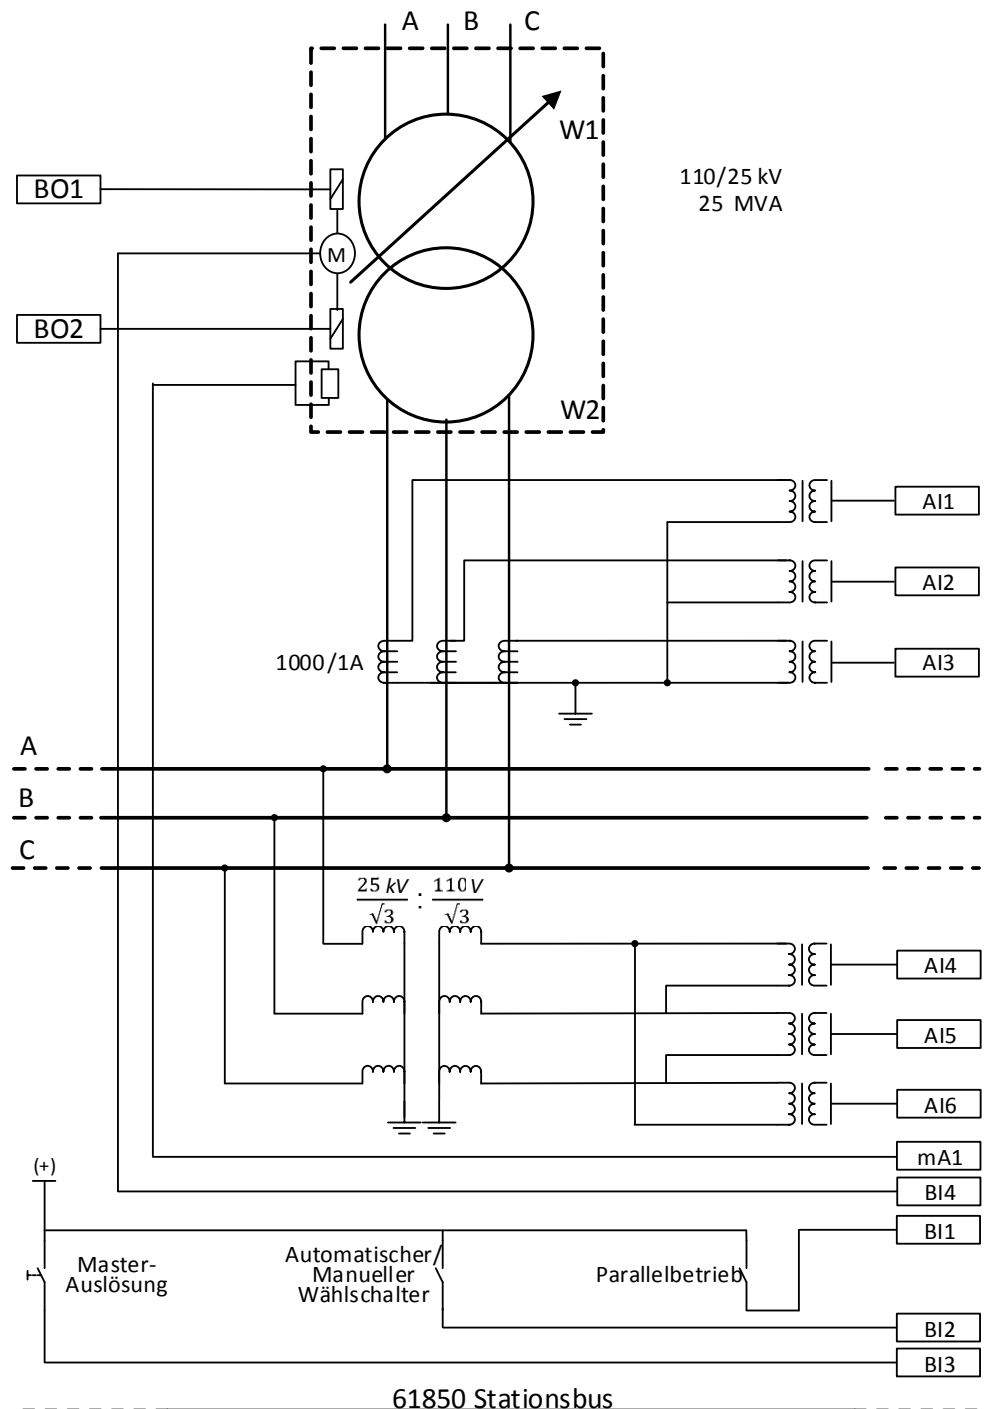

Abb. 43: Relais 1-Schnittstellen und CT/VT-Anschlüsse für TR1 in Beispielfall 3
Abbildung 43 zeigt die Anschlussdetails der Analogeingänge (AI) des Relais (Relais 1), Binäreingänge (BI), Milliampereingänge (mA) und Binärausgänge (BO) für Transformator TR1 im Beispielfall. Die CT-Anschlüsse für die Leiterspannungsmessungen in allen Leitern und der VT-Anschluss für die Spannungsmessung an der MS-Seite werden in der Abbildung ebenfalls dargestellt.